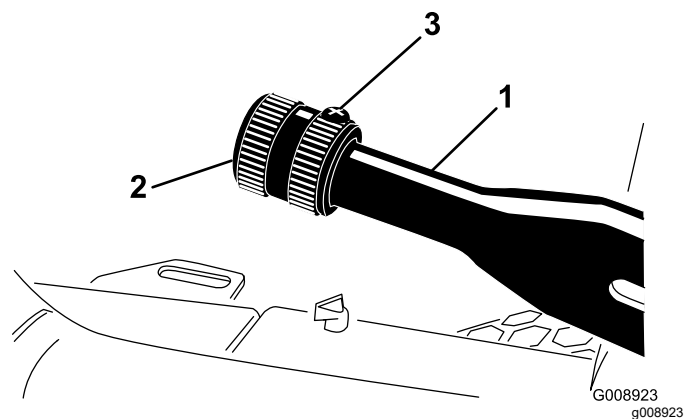

Рисунок 82
2. Ослабьте установочный винт, который крепит ручку к рычагу стояночного тормоза (Рисунок 82).